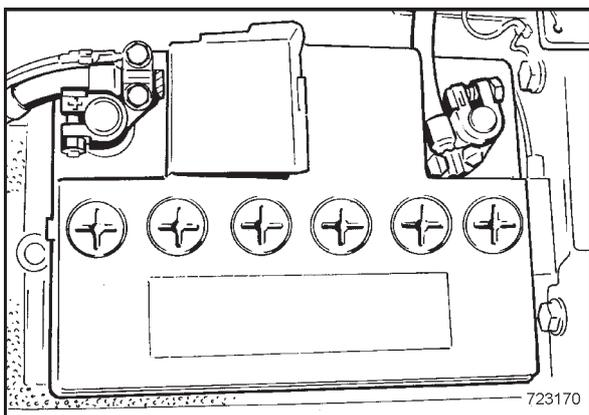

Bild 126
- Batterie (Bild 126) äußerlich reinigen.